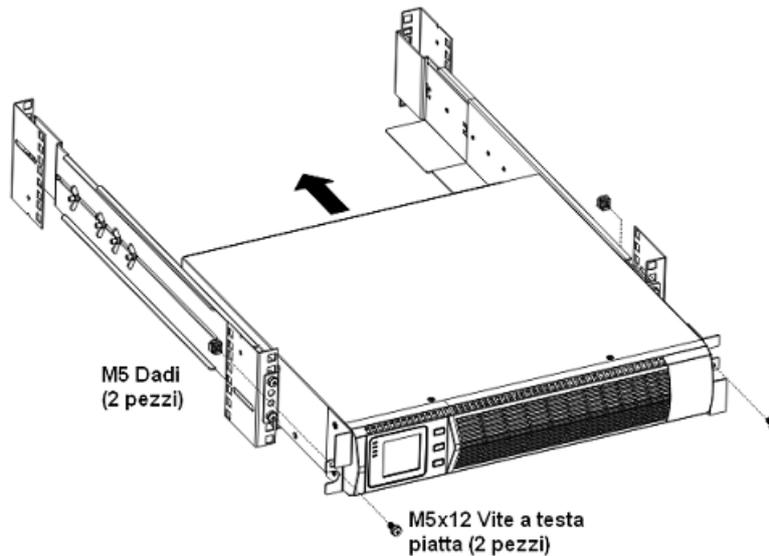

Figura 2 Fissaggio UPS nell'armadio Rack
- Bloccare l'UPS ed i cabinet opzionali nell'armadio Rack usando viti M5 x 12 ed i dadi M5 come da figura 2. Usare il foro inferiore sulla piastra di fissaggio che sarà allineato con il corrispondente foro sulla guida.